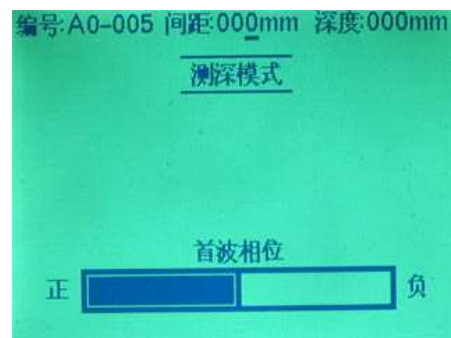

图4
- 2) 以裂缝为中心向外侧大致匀速对称地移动换能器，这时屏幕中“首波相位”指示条指示为“正”相位（如图4），则需继续向外侧移动换能器增大2个换能器的中心距离；